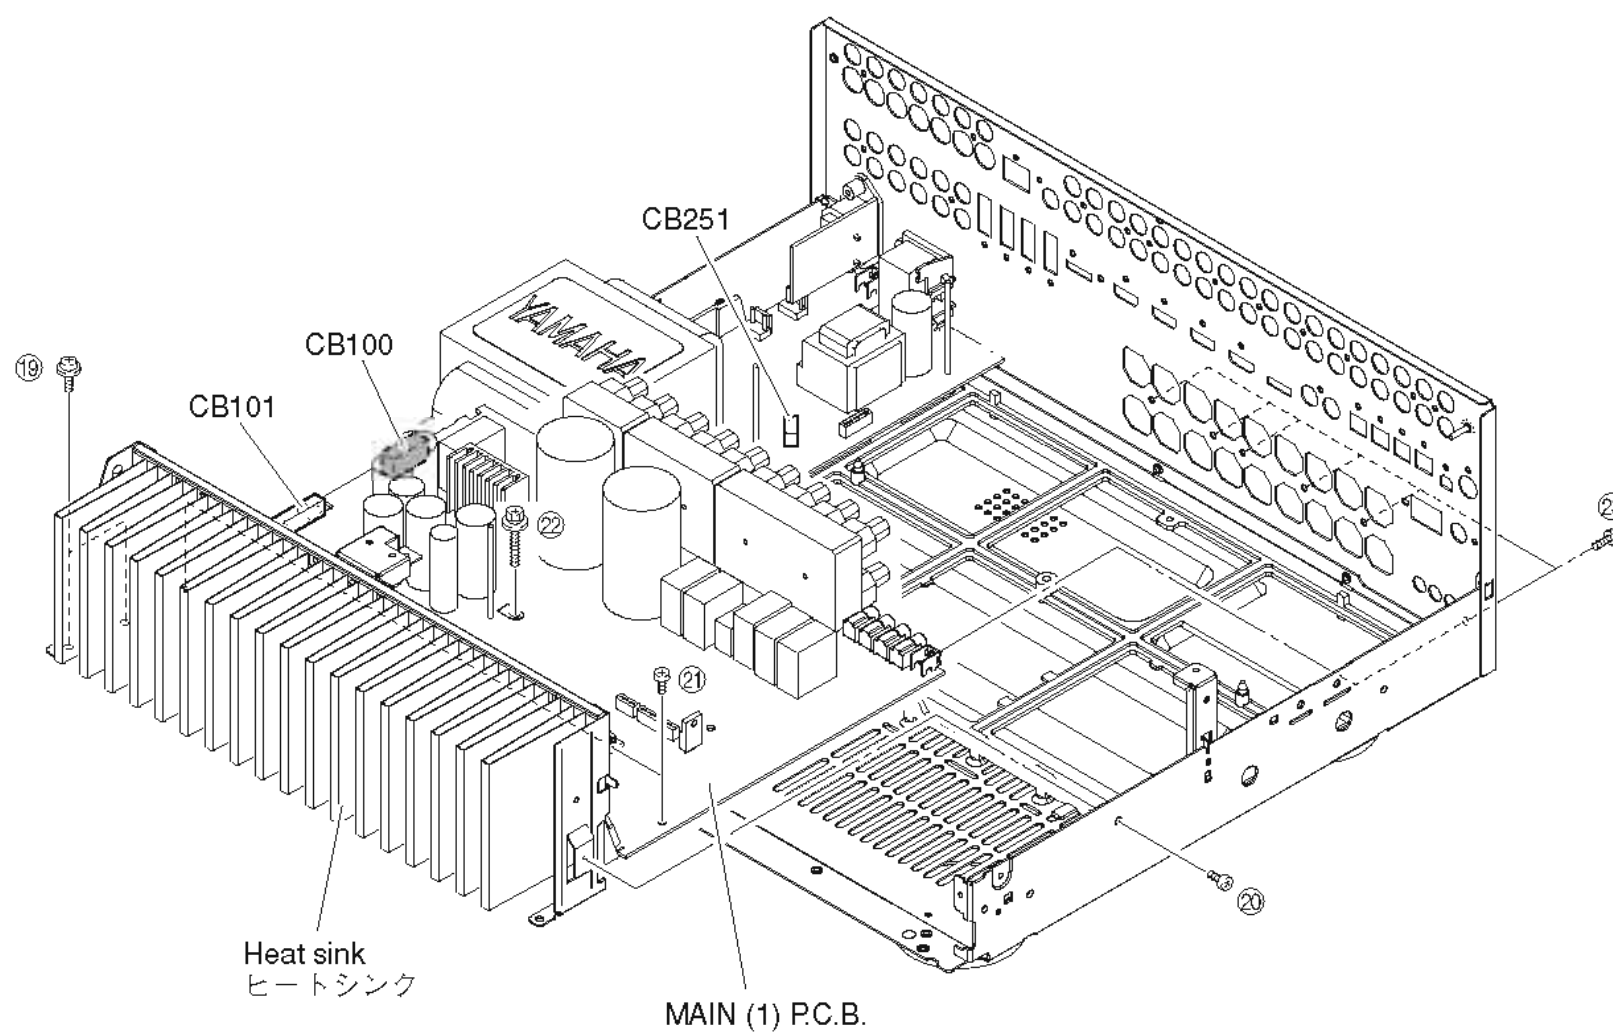

Fig. 9
- Remove 2 screws (19), screw (20), 2 screws (21) and screw (22). (Fig. 9)
- Remove 6 screws (23). (Fig. 9)
- Remove CB100, CB101 and CB251. (Fig. 9)
- Remove the MAIN (1) and (2) P.C.B.s together with heat sink. (Fig. 9)
- ①⑨のネジ2本、②⑩のネジ1本、③⑪のネジ2本、④⑫のネジ1本を外します。(Fig. 9)
- ⑤⑬のネジ6本を外します。(Fig. 9)
- CB100、CB101、CB251を外します。(Fig. 9)
- MAIN(1)、(2)P.C.B.をヒートシンクと一緒に取り外します。(Fig. 9)